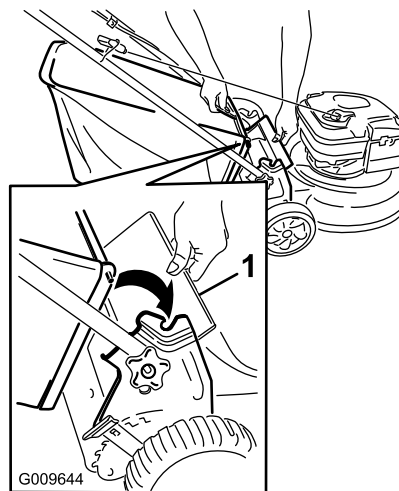

Figure 14
1. Soulevez le déflecteur arrière (Figure 14).
2. Insérez la poignée du bac à herbe dans les crans des supports du guidon (Figure 14).